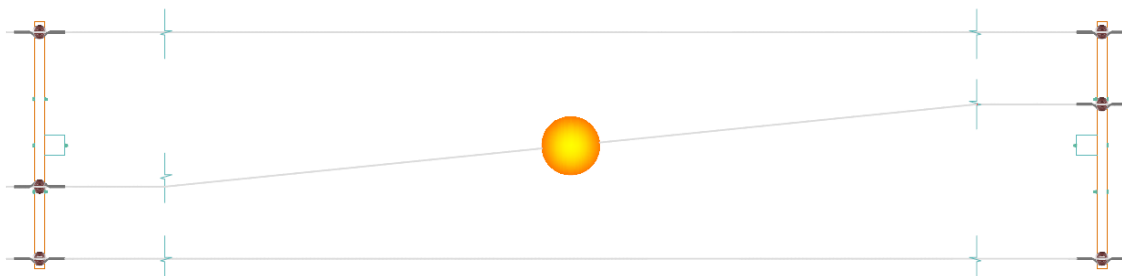

Figura 1 – Montagem de Esfera de Sinalização Diurna em Redes Aéreas com Condutores Nus
6.14. A sinalização de linhas de distribuição é feita em conformidade com os procedimentos adotados para linhas de transmissão, de acordo com as ABNT NBR 6535, ABNT NBR 7276, ABNT NBR 15.237, ABNT NBR 15.238 e a figura 1.